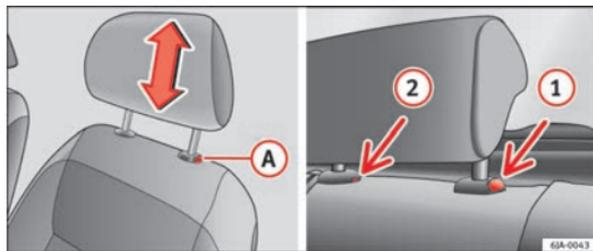

Fig. 72 Appuie-tête : réglage/dépose de l'appuie-tête
- Pour baisser l'appuie-tête, maintenez enfoncée la touche **A** → fig. 72 et avec l'autre main poussez vers le bas.
- Appuyez sur la sécurité **A** → fig. 72 et retirez l'appuie-tête.
- Appuyez sur la sécurité **1** → fig. 72, tout en appuyant avec un tournevis plat de 5 mm de large maximum sur la sécurité du trou **2**, et retirez l'appuie-tête.